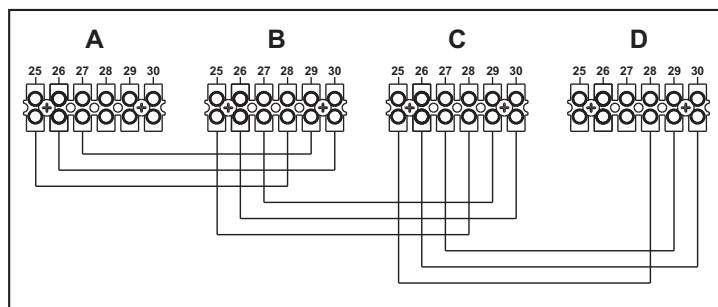

рис. 27 - Соединение в батарее
1. Соедините два модуля, как показано на рис. 27 (пример с 4 модулями)
В противном случае прекорите электрическое питание и проверьте кабельные соединения в рис. 27.